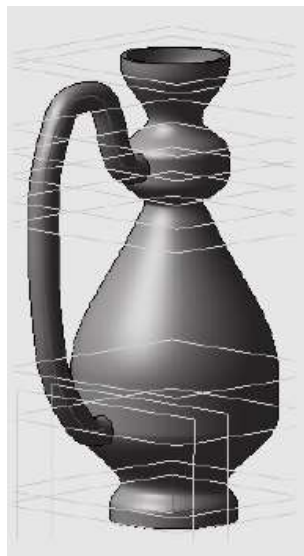

Рис. 8.22. Созданный объект
-  – создайте объект (рис. 8.22).